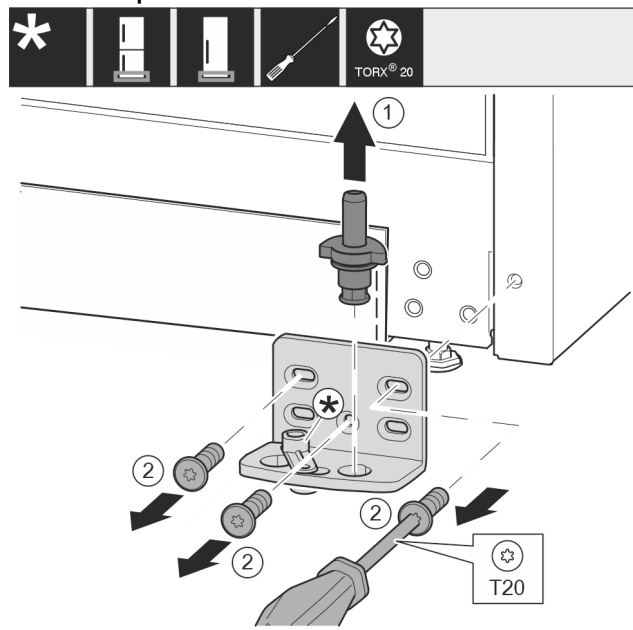

Fig. 10
- ▶ Extrageți complet boltul de lagăr în sus. Fig. 10 (1)
- ▶ Extrageți prin rotire și detașați șuruburile cu șurubelnița T20. Fig. 10 (2)